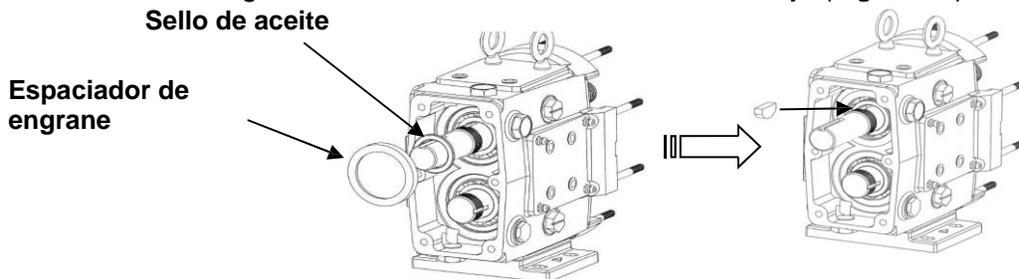

Figura 43: Instalación del sello de aceite trasero y de la chaveta del engrane
7) Aplique una ligera película de lubricante a los diámetros interior y exterior de los sellos de aceite traseros e instálelos en la parte posterior de la caja de engranes con el lado del resorte mirando hacia afuera hacia el engrane. Instale los espaciadores del engrane en el eje y coloque las chavetas del engrane en las ranuras de las chavetas del eje (Figura 43).